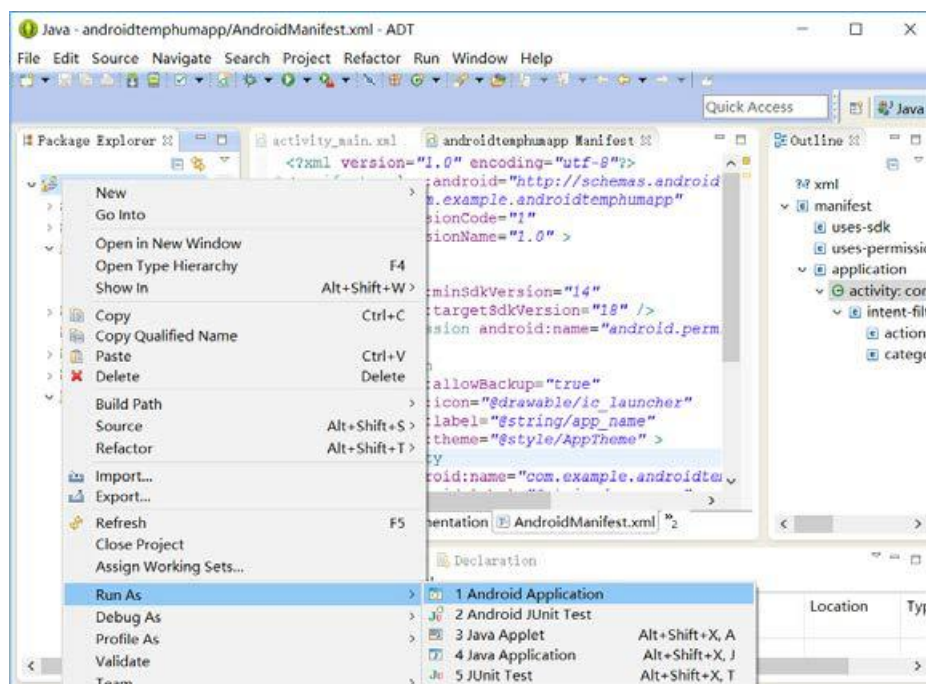

图 4-8 温湿度采集程序下载至手机端
1. 当程序编译成功之后，可以通过 USB 线缆将手机和 PC 机进行连接，同时 PC 端安装手机助手，完成手机和 PC 机之间的同步，最后选择 Run As->Android Application 项，如图 4-8 所示，将温湿度采集程序下载至手机端。